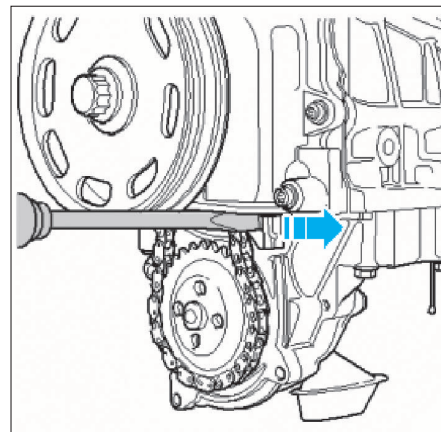

FIG. 24
- À l'aide d'un tournevis, pousser le tendeur de chaîne dans le sens de la flèche (Fig.24).